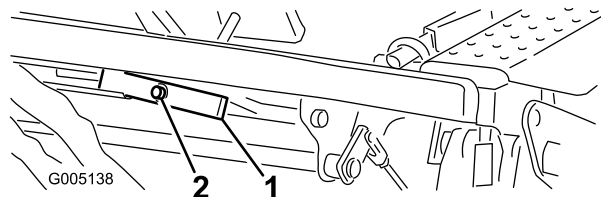

Figure 45
1. Desserrez l'écrou à l'arrière du pivot de relevage (Figure 45).
2. Tournez la vis excentrée (Figure 45) pour monter ou abaisser le ressort du pivot de relevage, et mettre les pédales de tonte et de relevage de niveau.